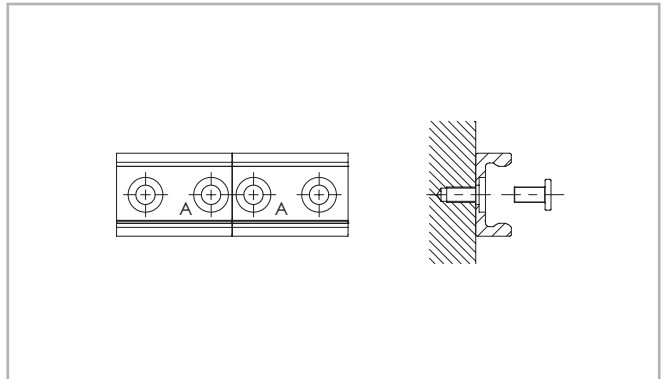

Fig. 80
- (1) Realize a fixação de cada um dos guias sobre a superfície de montagem, apertando todos os parafusos, com exceção do último em cada uma das extremidades, respectivamente.
- (2) Coloque os parafusos de fixação final no devido furo sem apertá-los demais (ver fig. 80).